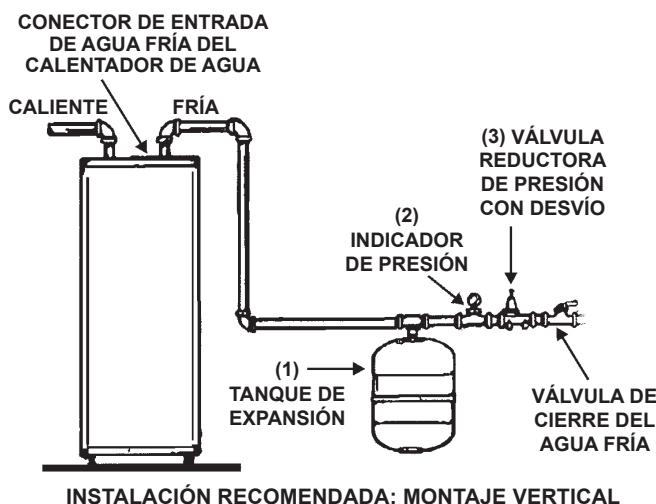

FIGURA 1.
- Los artículos que se deben instalar en la tubería de agua fría, en secuencia desde el calentador de agua, son: (1) el TANQUE DE EXPANSIÓN, (2) un INDICADOR DE PRESIÓN y (3) una VÁLVULA REDUCTORA DE PRESIÓN, si es necesario. Consulte la figura 1.